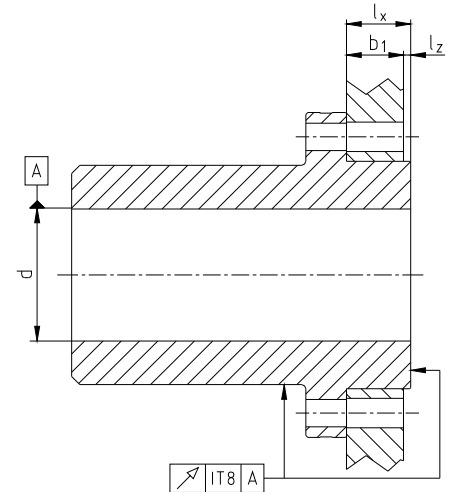

figura 2: precisión de concentricidad y perpendicularidad
- Cuando el cliente lleve a cabo el mecanizado de los mangones, debe respetar la precisión de concentricidad y perpendicularidad (ver figura 2).